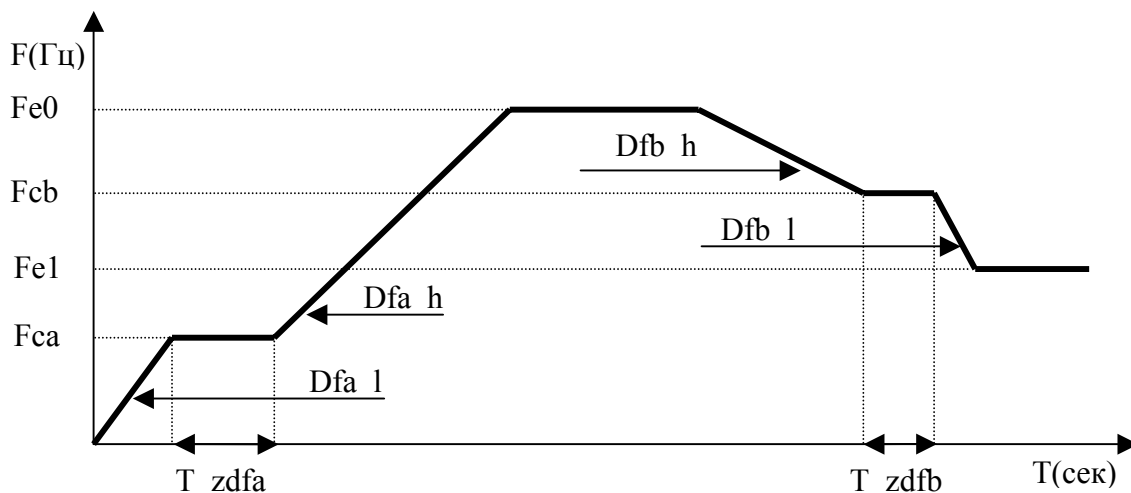

Рис. 5. Диаграмма работы БУАД-7-10 в одном из направлений вращения.
- **1** – частота изменяется до величины  $Fe$  по стандартной диаграмме (**рис. 5, 6, 7**), выходное напряжение остается постоянным:  $PWM = PWM0$ . С помощью данного тестового режима удобно снимать характеристику  $M = f(Fp, PWM = const)$ , т.е. момент двигателя как функцию от частоты при постоянном выходном напряжении.
- **2** – частота изменяется до величины  $Fe$  по стандартной диаграмме (**рис. 5, 6, 7**), выходное напряжение при этом остается постоянным:  $PWM = PWM0$ , затем выходное напряжение начинает постепенно расти до значения  $PWM = PWM1$  или до возникновения ошибки по току, при этом на индикаторе отображается  $PWM$ . Происходит приращение  $PWM$  на  $dw\_test$  каждые 50мс. С помощью данного тестового режима удобно снимать кривую максимального выходного относительного напряжения, при котором отсутствуют еще ошибки по току, в зависимости от фазной частоты  $PWM = f(Fp)$ .
3.9.2.1. При подаче логического сигнала одного из направлений вращения (*ОД*, *ЗД* = 0, 1 или 1, 0), выходная частота *Устройства* начинает изменяться со скоростью  $Dfa\_l$  (**рис. 5**). Частота  $Fe=Fe0$ , которая в результате должна быть достигнута, определяется по таблице параметров в соответствии с двоичным кодом, задаваемым входными логическими сигналами *Ч1*, *Ч0*.